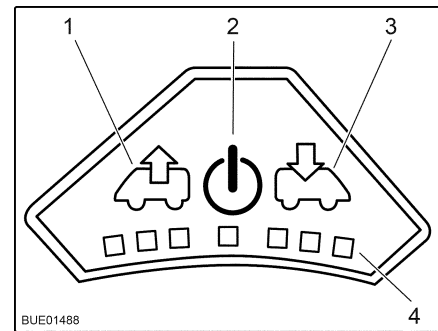

Bild 36 Bedienfeld des Ventilators
**Einschalten:** ■ Taste Ein/Aus (Bild 36,2) drücken. Der Ventilator läuft im Komfortmodus (Entlüften mit niedrigster Ventilatordrehzahl).
- Um die Ventilatorzahl zu erhöhen: Taste Entlüften (Bild 36,1) drücken. Die Ventilatorzahl in Entlüftungsrichtung nimmt um eine Stufe zu. LEDs (Bild 36,4) zeigen die Schaltstufen an.
- Um die Ventilatorzahl zu verringern: Taste Belüften (Bild 36,3) drücken. Die Ventilatorzahl nimmt um eine Stufe ab.
- Um die Ventilatorzahl zu erhöhen: Taste Belüften (Bild 36,3) drücken. Die Ventilatorzahl in Belüftungsrichtung nimmt um eine Stufe zu. LEDs (Bild 36,4) zeigen die Schaltstufen an.
- Um die Ventilatorzahl zu verringern: Taste Entlüften (Bild 36,1) drücken. Die Ventilatorzahl nimmt um eine Stufe ab.
- Taste Ein/Aus (Bild 36,2) drücken. Der Ventilator stoppt, die LEDs erlöschen.